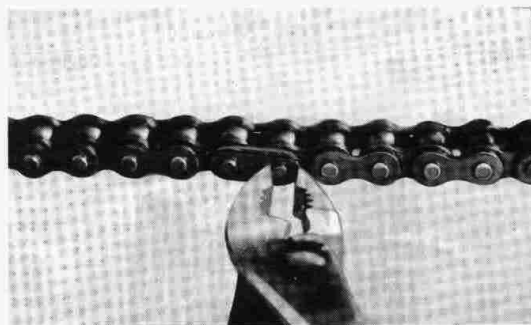

Fig. 3-2-19
2. Remove master link and chain. (Fig. 3-2-19)
2. Retirez le maillon principal et la chaîne. (Fig. 3-2-19)